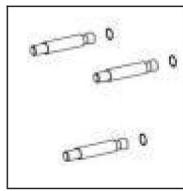

Fig.2.
2). Insérez les trois boulons d'expansion (1) inclus dans le support percé. des trous. Vous devrez peut-être utiliser un marteau pour les fixer à travers les trous. Voir la (Fig.2.)